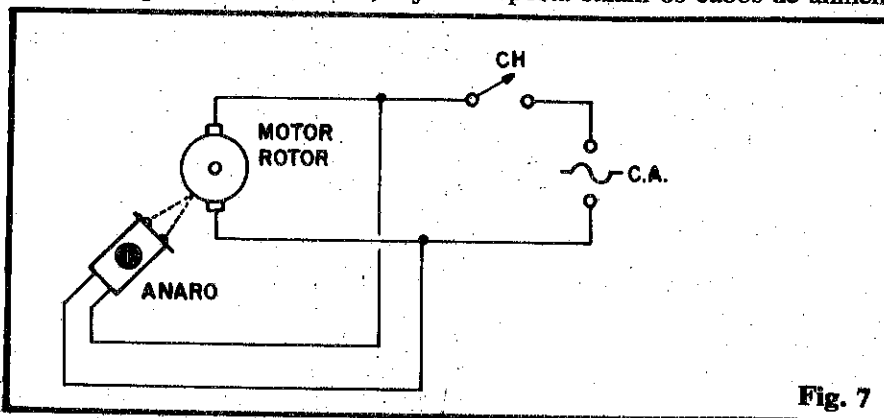

Fig. 7
- **FIG. 7 - A INSTALAÇÃO FINAL** - Como o circuito do ANARO inclui sua própria fonte de alimentação (110 ou 220V), o diagrama mostra como o sistema deve ser energizado, com o dispositivo simplesmente paralelo com o maquinário que vai monitorar... Se, por acaso, o maquinário trabalhar sob outras Tensões (que não 110 ou 220V C.A.), basta substituir o interruptor original CH por um do tipo duplo, que assim possa controlar, isoladamente, porém simultaneamente, o maquinário e o circuito do ANARO...
tação (para conexão à C.A., conforme fig. 7). Numa das faces mais amplas da caixa, pode ficar o sinalizador piezo (**buzzer**). "Sobrar" ainda muito espaço externo na caixa, para a eventual fixação de grampos, braçadeiras, suportes, etc., destinados a facilitar seu posicionamento no "local de trabalho"... Conforme já deve ter ficado claro, o módulo sensor deve ser fixado "olhando" para a superfície de um rotor, polia, engrenagem, roldana, esteira, etc., cujo regime de giro ou mesmo "velocidade linear", se deseje monitorar... No caso de uma superfície rotativa, basta pintar uma faixa em cor contrastante (se a superfície for branca ou clara, uma faixa preta fosca; se a superfície for escura, uma faixa branca...), que promoverá o suficiente "degrau" ótico necessário ao sensoreamento reflexivo do ANARO... Já para monitorar - por exemplo - a velocidade de uma esteira ou linha de montagem móvel, basta pintar faixas contrastantes a intervalos regulares, ao longo de todo o percurso da citada esteira. Uma solução prática e rápida é usar-se fita adesiva, branca ou preta (dependendo do contraste necessário...) em vez de tinta, na marcação do gap ótico... Para uma ação efetiva, o módulo opto-sensor deve ficar em posição rigorosamente perpendicular à superfície móvel monitorada, guardando um afastamento mínimo (em torno de 1 cm., podendo, contudo, ir até uns 2 ou 3 cm.).
- AJUSTE FINAL - Tudo instalado e providenciado, basta acionar o conjunto maquinário/ANARO, via interruptor conjugado (fig. 7) e - inicialmente, levar o trim-pot da placa (47K) para um dos extremos - aquele que gerar o permanente disparo do sinal sonoro... Em seguida, já com o maquinário funcionando regularmente (e no giro nominal...), basta "retornar", lentamente, o ajuste do trim-pot, parando tal movimento no exato ponto em que o buzzer "se cala"... Nada mais será necessário, salvo a inspeção, de tempos em tempos, para verificar se as "janelas" do módulo ótico encontram-se desimpedidas, livres de pó ou sujeiras acumuladas normalmente num ambiente industrial...